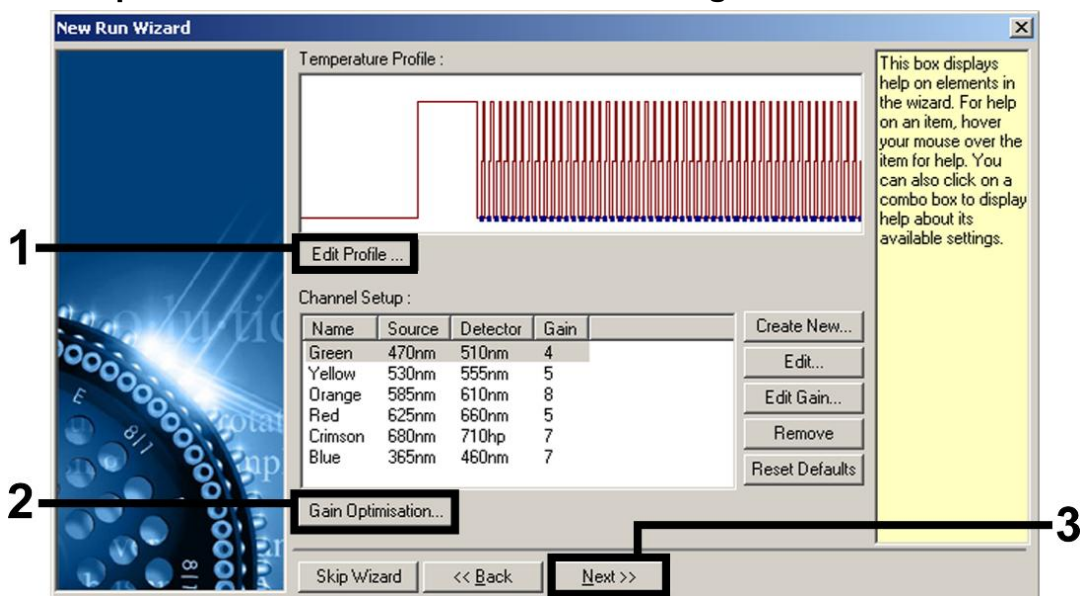
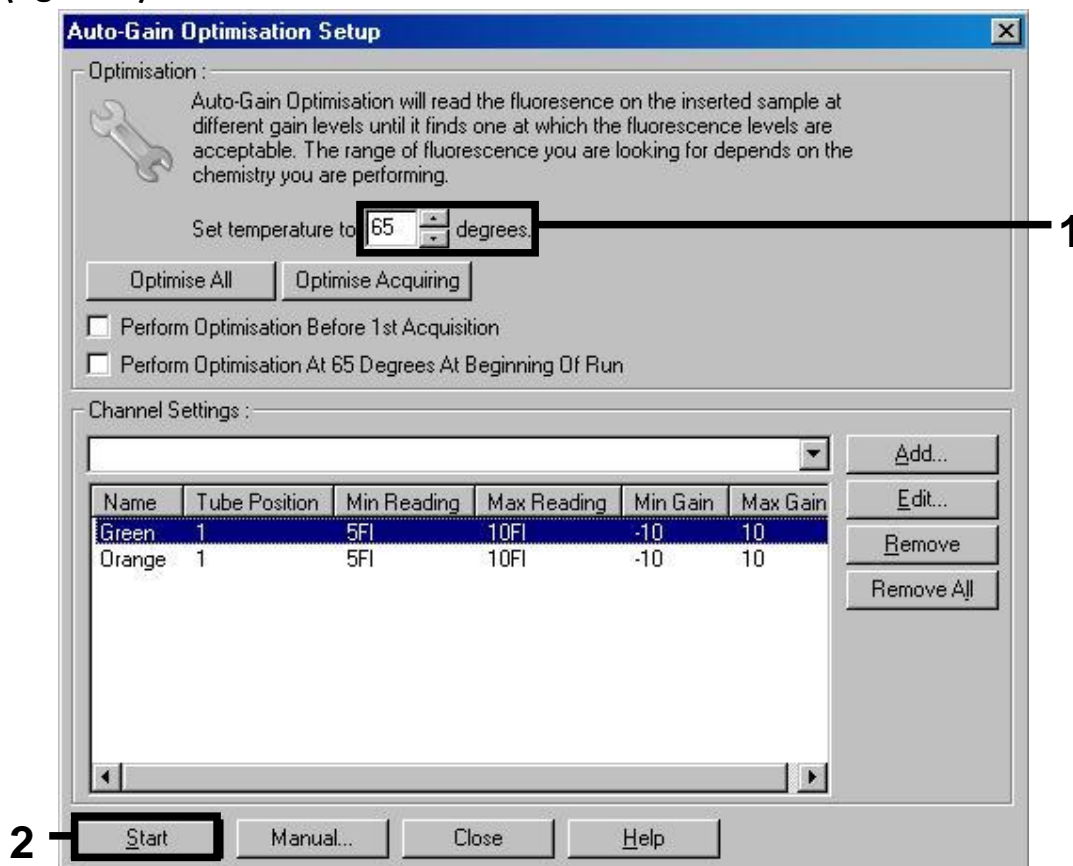

Figura 3. Edición del perfil.
Figura 6. Ajuste de la sensibilidad de los canales de fluorescencia.
Ajuste de la sensibilidad de los canales de fluorescencia	Figura 6
8. Haga clic en el botón "Edit Profile" (Editar perfil) en el siguiente cuadro de diálogo "New Run Wizard" (figura 3) y programe el perfil de temperatura tal como se muestra en las figuras 3-5.
9. El intervalo de detección de los canales de fluorescencia debe determinarse según las intensidades de fluorescencia de los tubos de PCR. Haga clic en "Gain Optimisation" (Optimización de ganancia) en el cuadro de diálogo "New Run Wizard" (consulte la figura 3) para abrir el cuadro de diálogo "Auto-Gain Optimisation Setup" (Configuración de la optimización de ganancia automática). Configure la temperatura de calibración en 65 para que coincida con la temperatura de apareamiento del programa de amplificación (figura 6).